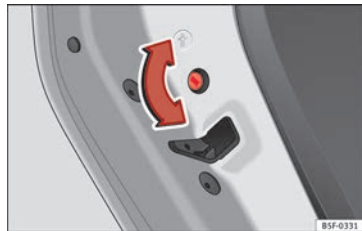

Abb. 131 Kindersicherung in der linken Tür
- Drehen Sie bei geöffneter Tür den Schlitz mit dem Fahrzeugschlüssel an den linken Türen im Uhrzeigersinn » **Abb. 131** und bei »
- Drehen Sie bei geöffneter Tür den Schlitz mit dem Fahrzeugschlüssel bei den linken Türen gegen den Uhrzeigersinn » Abb. 131 und bei den rechten Türen im Uhrzeigersinn.